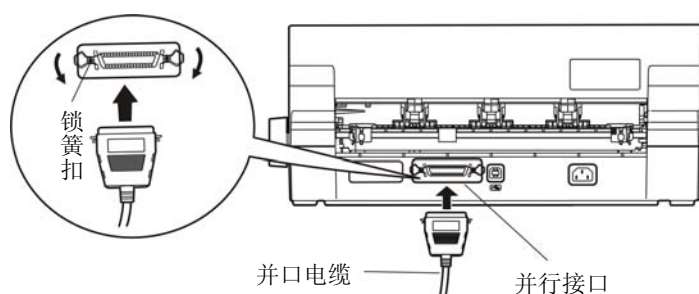
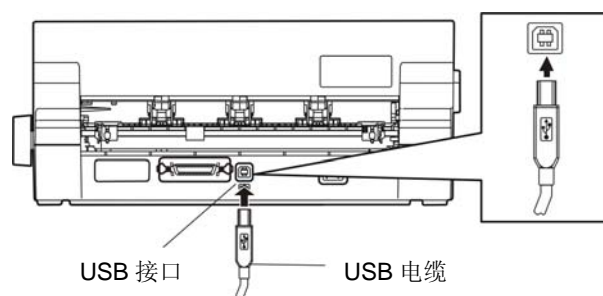

图 2-9 连接并口电缆
图 2-10 连接 USB 电缆
本打印机标配并行接口和 USB 接口。请根据需要，用相应的接口电缆把打印机与计算机相连〔如图 2-9 和图 2-10〕。
1. 关闭计算机与打印机的电源，将并口电缆插头连接到打印机的并行接口，扣上连接器两侧的锁簧扣，使插头固定（如图 2-9 所示）。
1. 将 USB 电缆的 A 端插头（方型）插进打印机的 USB 接口插座中（如图 2-10 所示）。